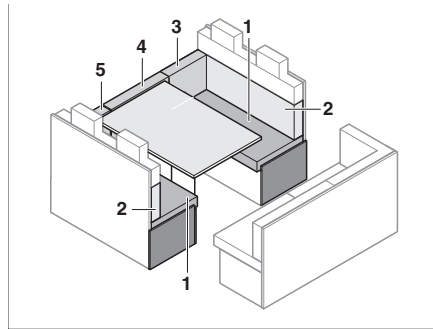

Bild 153 Vor dem Umbau
- Rückenpolster (Bild 153,3,4 und 5) entfernen und zur Seite legen.